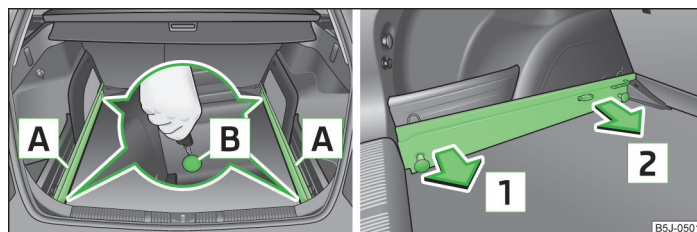

Fig. 53 Aflojar los puntos de seguridad/retirar los carriles portantes
- Soltar los puntos de retención » fig. 53 en los guías portantes con la llave del vehículo o con un destornillador plano.
- Presionar los dos puntos de fijación » fig. 53 en cada guía portante hasta el tope.